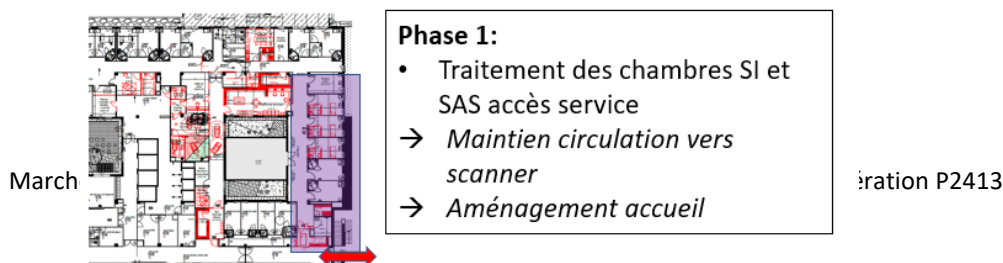

Figure 3 - Zone travaux phase 1
- **Phase 1 :** Elle permettra de mettre en conformité les chambres de soins intensifs sur la façade Nord du bâtiment et de traiter le futur accès principal au service du SMIT. L'accès chantier utilisera une circulation principale qui devra également rester utilisable pour un flux patient vers le secteur de l'imagerie repéré par la double flèche rouge sur la figure 3 :